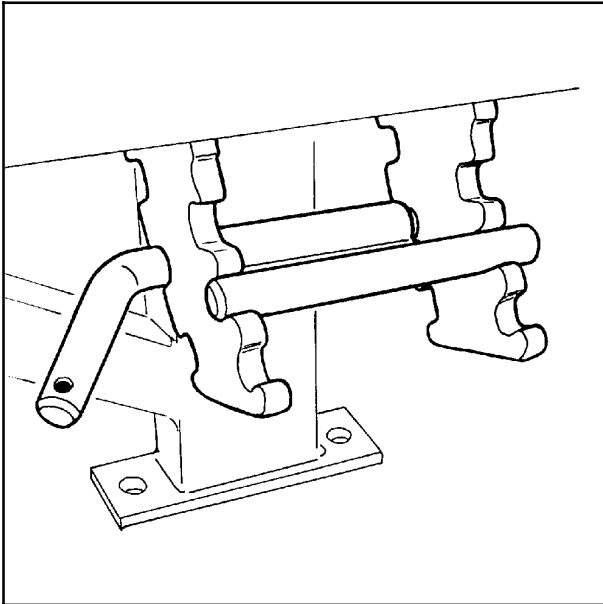

Fig. 10-3
Hvis det pakkes inn så store baller at forstrekkeren ikke kan justeres høyt nok, så kan isteden bærerullene senkes. Dette gjøres ved at anslagene under hoveddrammen flyttes. De kan plasseres i fire forskjellige posisjoner, (B), samt utkoblet (A) som vist i fig. 10-3 og 10-4.